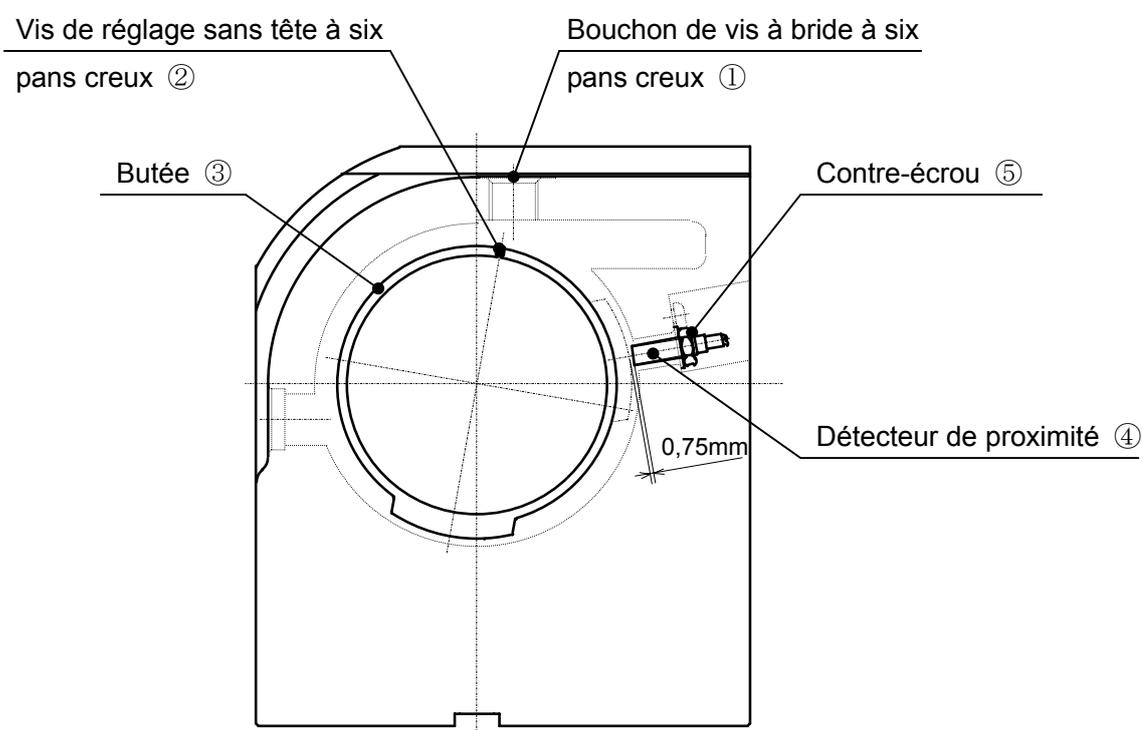

Fig.8
11-2. Réglage du dispositif de retour à l'origine (voir la fig.8)
- 1) Détecteur de proximité (voir la fig.8)